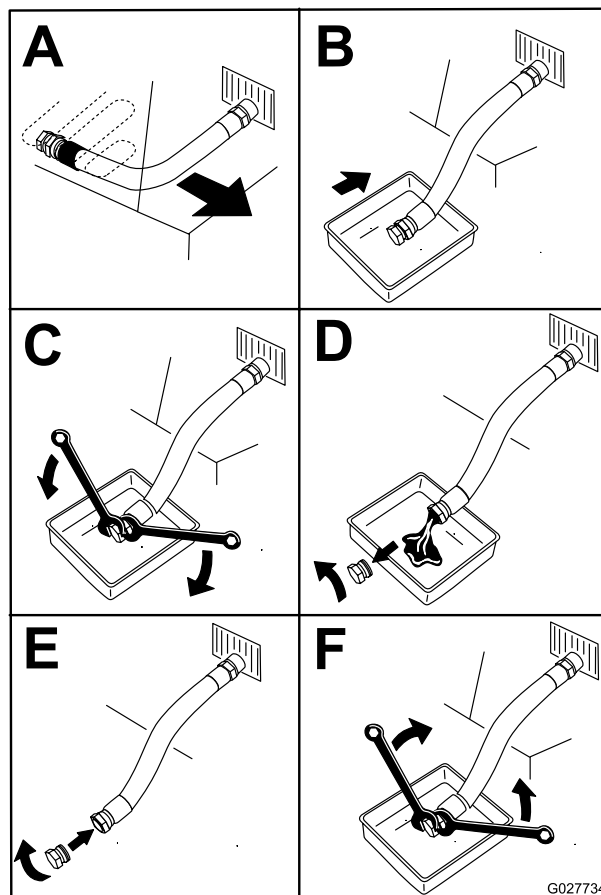

Figura 53
- Prima di scendere dal posto di guida dell'operatore, spegnete il motore, togliete la chiave di accensione e attendete che si fermino tutte le parti in movimento (Figura 53).